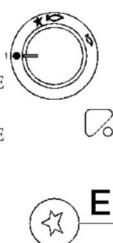

РИС. 1
Нажмите и поверните ручку, которая соответствует требуемой конфорке, против часовой стрелки в максимальное положение (большое пламя Рис. 1), затем поднесите горящую спичку к конфорке.
Нажмите и поверните ручку, которая соответствует требуемой конфорке, против часовой стрелки в максимальное положение (большое пламя Рис. 1), затем нажмите и отпустите кнопку электрического зажигания.
Нажмите и поверните ручку, которая соответствует требуемой конфорке, против часовой стрелки в максимальное положение (большое пламя Рис. 1), затем нажмите данную ручку до упора.
Ручку конфорки, оснащенной системой газ-контроль, следует поворачивать против часовой стрелки в максимальное положение (большое пламя Рис. 1) до тех пор, пока не почувствуете, что она зафиксировалась, а затем нажмите данную ручку и производите зажигание, как описано выше.
- После закипания установите ручку в положении Минимум (маленькое пламя см. рис. 1).
- *Зажигание конфорок, оснащенных системой газ-контроль, может осуществляться только при установлении ручки в положение Максимум (большое пламя рис.1).*